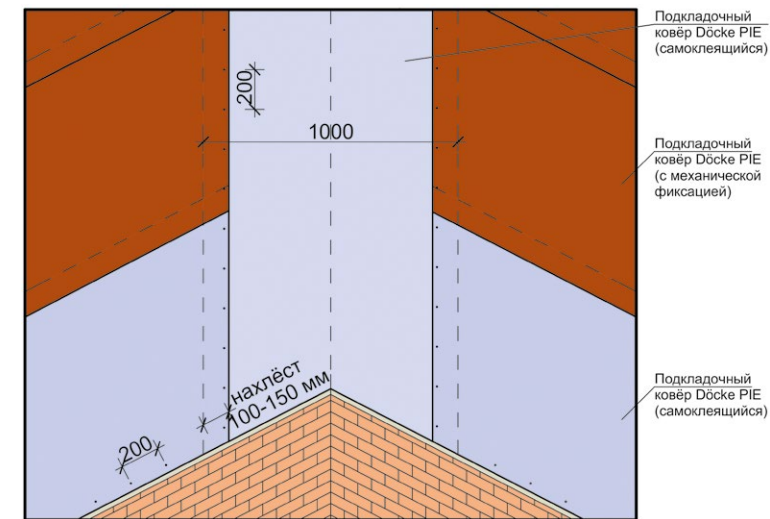

Рис. 12. Схема монтажа подкладочного ковра в ендове и на смежных скатах.
4.1.2 В первую очередь укладываются подкладочные ковры Döcke в месте устройства ендовы, если таковая имеется. Укладка подкладочного ковра в ендове показана на рис. 12.